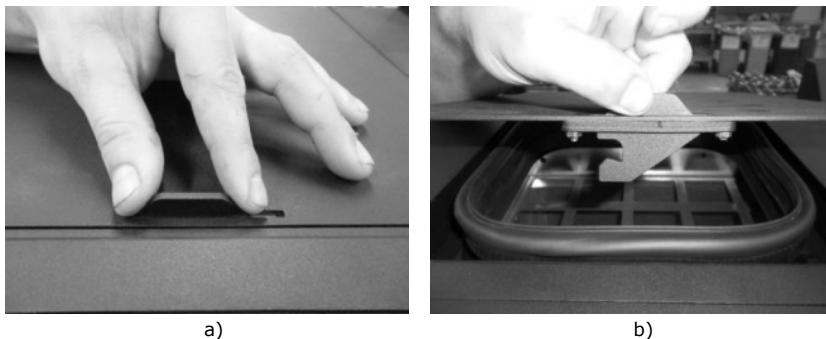

Figura 40 - Abertura da tampa
A abertura do depósito de *pellets* faz-se deslocando o fecho lateralmente (Figura 40-a) e levantando a tampa (Figura 40-b).
- 1 – Abra a tampa do depósito de *pellets*, na zona superior do equipamento, tal como mostrado na Figura 40.
- 3 – Ligue o equipamento e feche a tampa do depósito, pressionado-a, como ilustrado na Figura 40-a.
Deverá proceder-se à limpeza dos tubos por onde circula os gases e os respectivos turbuladores. Para tal, deverá abrir a tampa situada na zona superior do equipamento (Figura 40-a e b) e retirar os 4 manípulos que fixam a tampa superior (Figura 40-c e d). De seguida puxar os turbuladores para cima (Figura 40-e). Deve usar-se um aspirador para limpar esta zona (Figura 40-f) e com um escovilhão de aço é possível limpar o interior dos tubos. Os turbuladores que foram retirados devem também ser limpos com um escovilhão de aço).